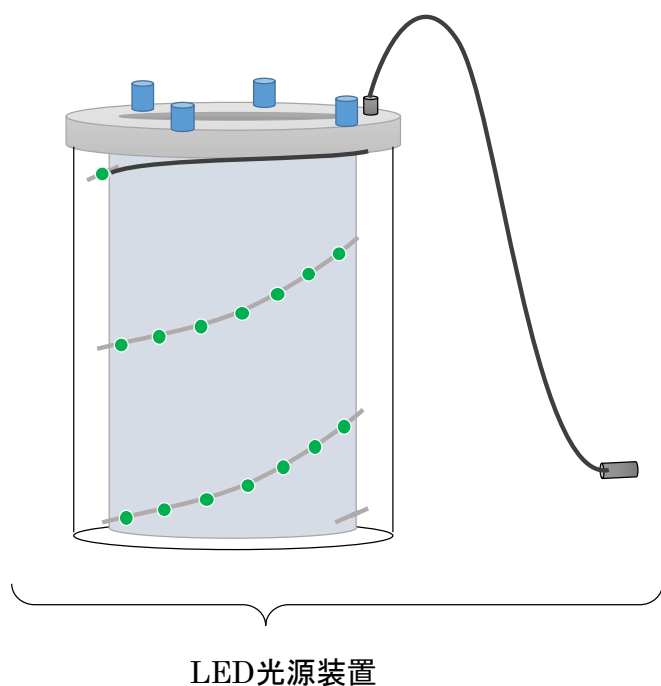

図1 1色LED予察灯光源の全体構成
- 2)（らせん LED）内筒と外筒の間には、指定もしくはその同等品の長さ 1m 程度の緑色テープ型 LED を外側に向けて螺旋状に配置した、ドラム形の金属円筒「LED ドラム」を配置する。この LED ドラムは後述する上蓋の下側に取り付けられるようにする。この LED の螺旋状配置は、図 1 に示すように、それぞれほぼ 2 回転の螺旋状に配置する。LED ドラムへ DC12V が供給可能なように、上蓋を貫通する電源線（フィードスルー等のコネクタを用いてもよい）に容易に接続できるよう、適当な長さのコードの先端にコネクタを配すること。